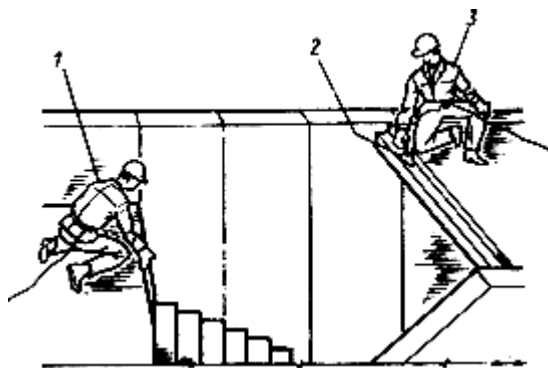

Рис.7. Схема подготовки места установки лестничного марша
*Подготовка места установки лестничного марша (рис.7),исполнители рабочий, выполняющий монтажные работы, старший в звене и рабочий, выполняющий монтажные работы*